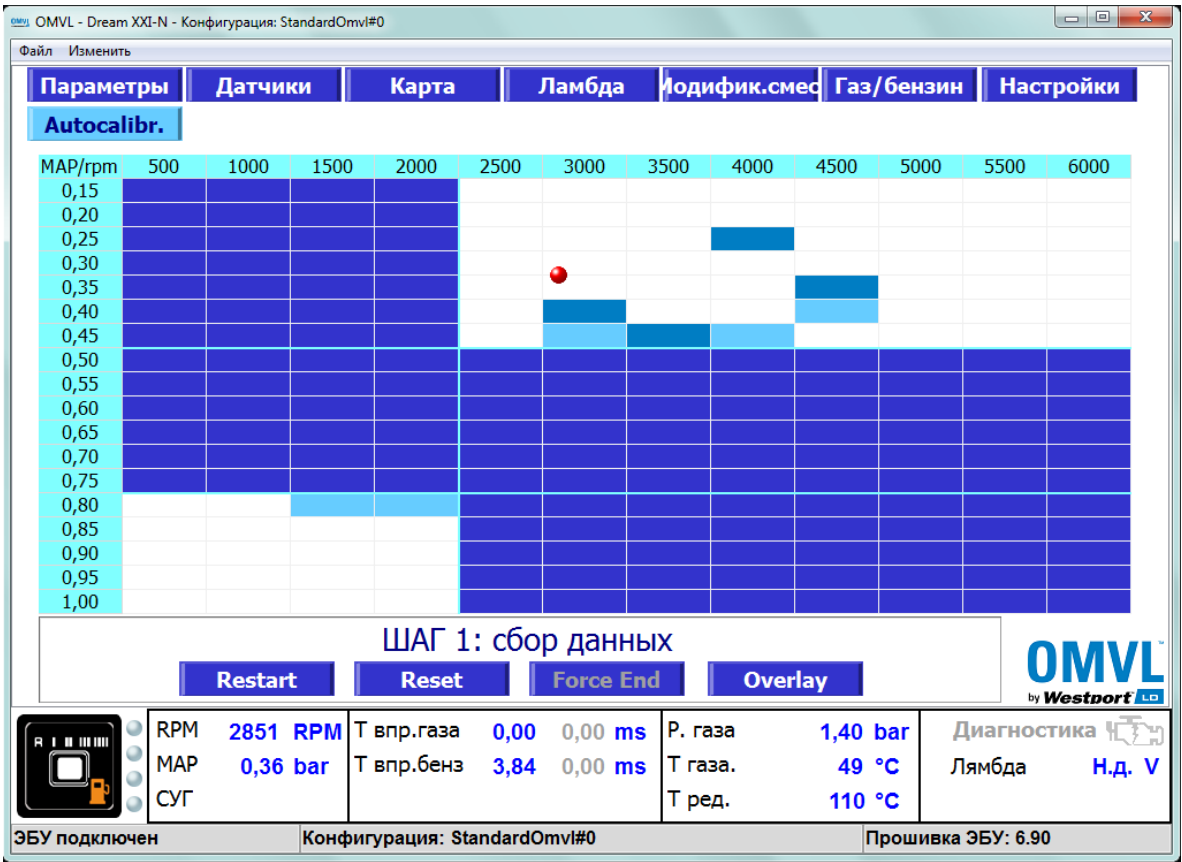

Рис. 1
- 1 этап – этап сбора данных при работе автомобиля на бензине (рис.1).